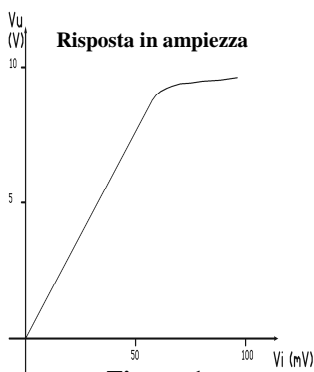

Figura 1
12. Tracciare il grafico della “**Risposta in Ampiezza**” con i dati ricavati in Tabella 2, simile a quello di Figura 1.